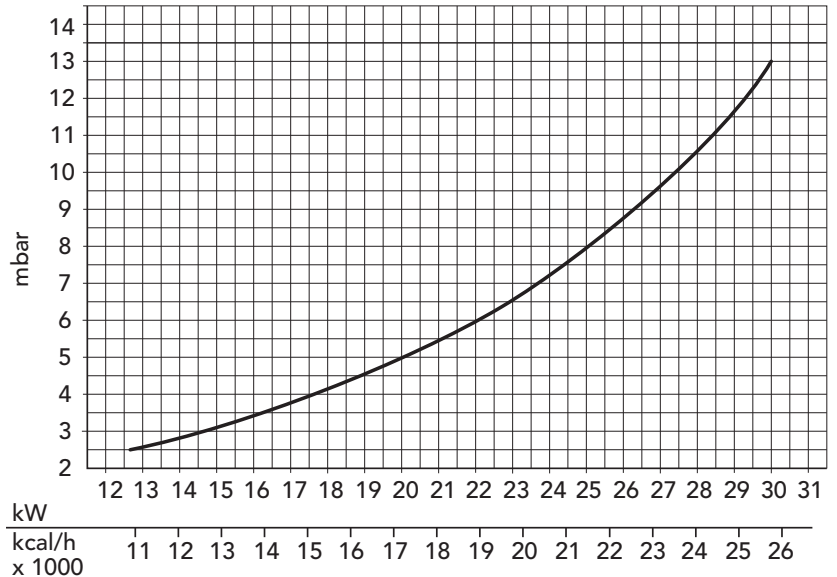

Рис. 3
N.B. - Давление газа в горелке и расход газа в режиме отопления, указанные в таблице, относятся к номинальной мощности котла; при необходимости снижения этой мощности (где это возможно), следует снизить давление газа до достижения минимальной мощности, (см. графики рис. 3 - 4).